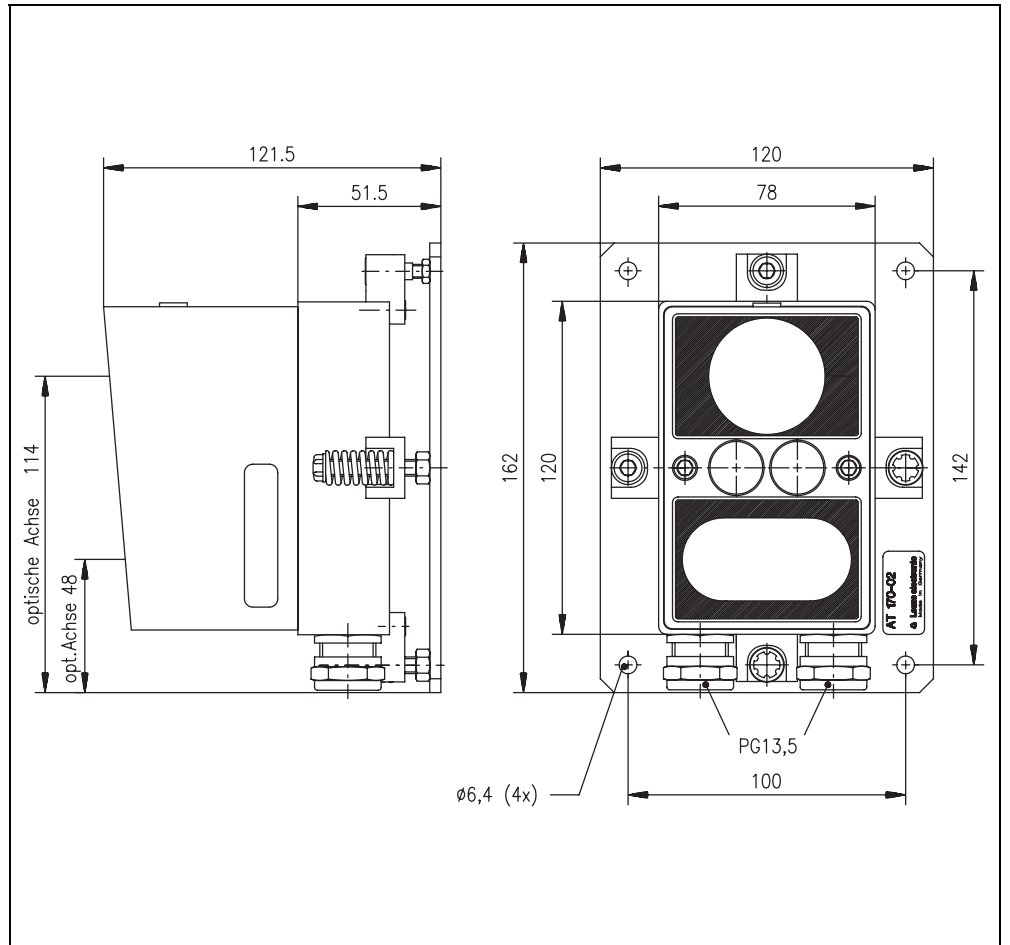

Abb. Anhang 3: Maßzeichnung DDLS 170
- Befestigungslöcher für die beiden Justierplatten (2) bohren. Bohrmaße siehe Maßzeichnung Abb. Anhang 3. Justierplatten (2) festschrauben.
- DDLS 170.1 und DDLS 170.2 auf die Justierplatten aufstecken, so daß die Libellen (1) in die gleiche Richtung zeigen. Bei senkrechter Montage zeigen die Libellen nach oben.
- Bei senkrechter Montage beide DDLS 170 mit Hilfe der Libellen an den ungefederten Schrauben (3) der Justierplatte waagrecht ausrichten.